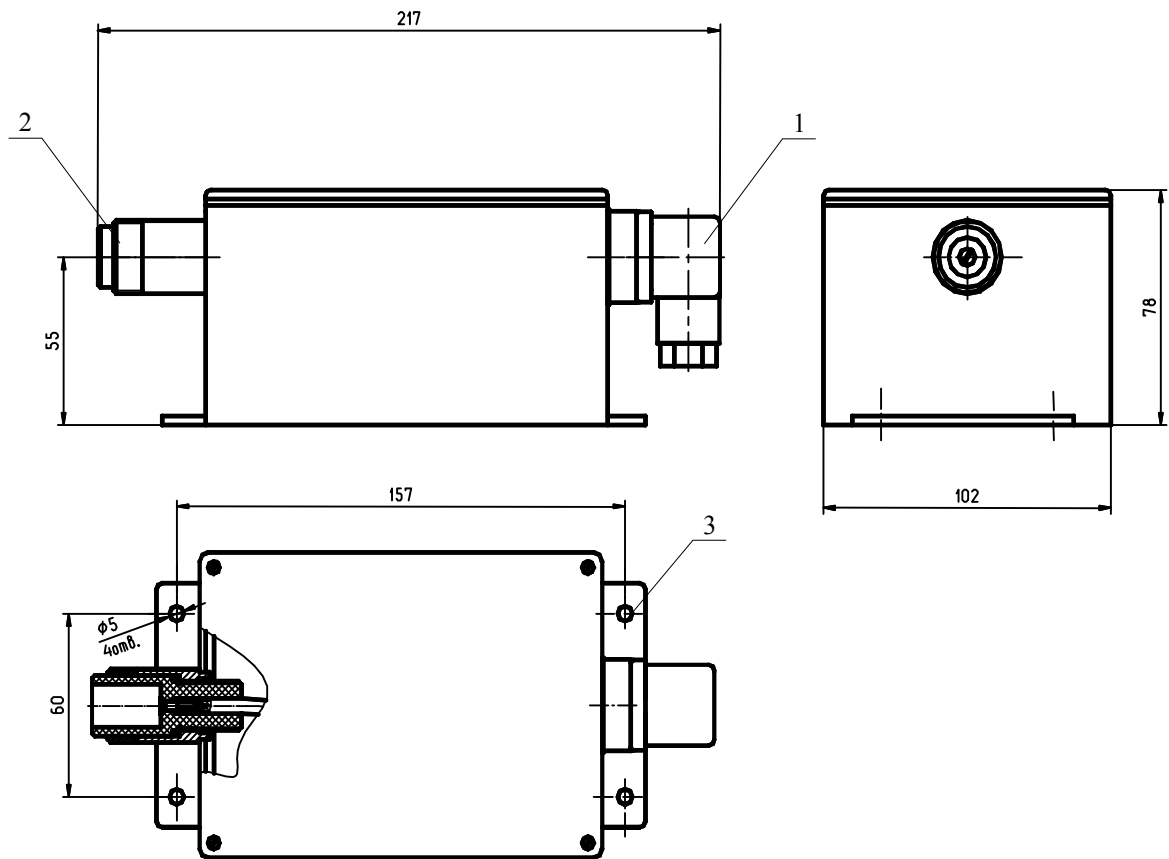

Рис. 1. Внешний вид источника высокого напряжения ИВН-24Е/1.
Внешний вид источника высокого напряжения ИВН-24Е/1 показан на рис. 1. Прибор выполнен в прямоугольном металлическом корпусе. На боковых панелях корпуса расположены высоковольтный разъем (2) и разъем питания (1).